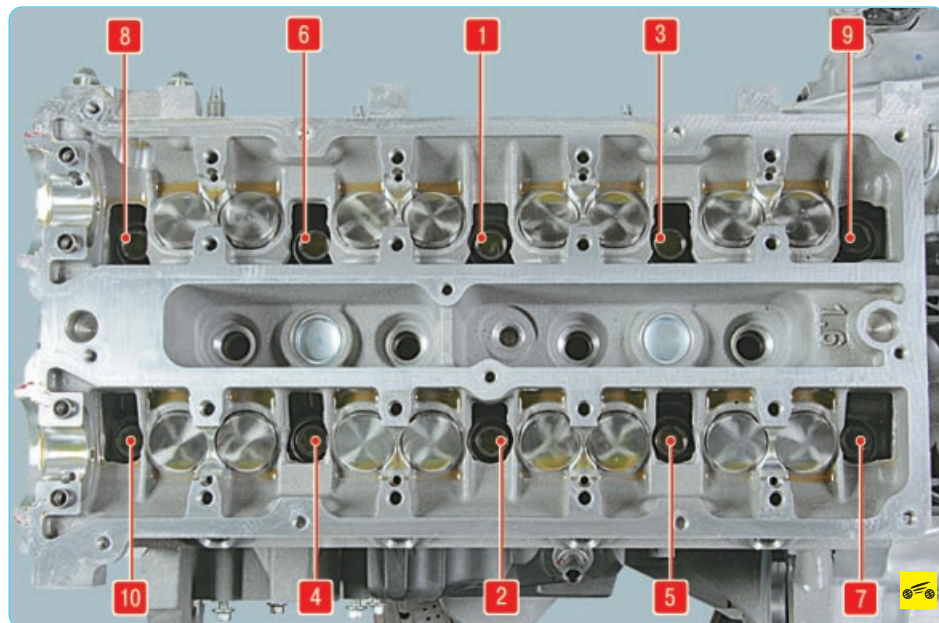

Рис. 5.17. Порядок затяжки болтов крепления головки блока цилиндров двигателей Duratec объемом 1,4 и 1,6 л
- затягивайте болты на холодном двигателе в порядке, показанном на рис. 5.17, в три этапа: